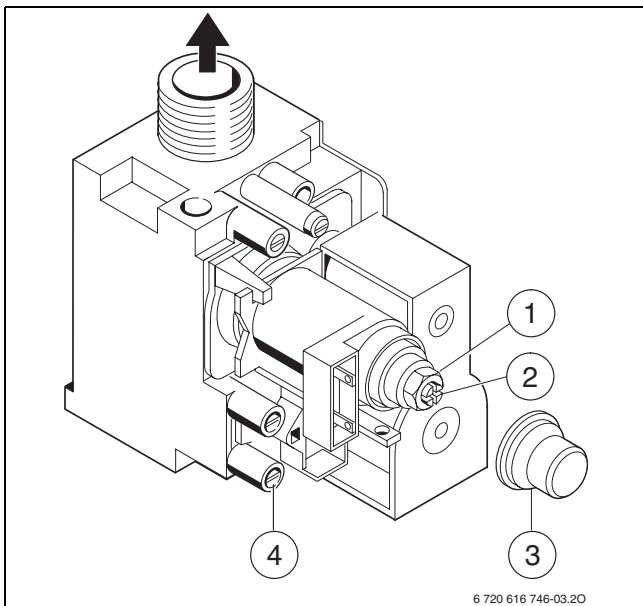

Fig. 43 Bloc gaz
- ▶ Dévisser légèrement la vis de la prise de pression (→ fig. 43, [1], page 44) située sur le raccord de brûleur et brancher un manomètre à cette prise.
- Retirer le capuchon (→ fig. 43 [3]) du bloc gaz.
- Pour « max » prendre la pression aux injecteurs indiquée (mbar) dans le tableau sur la page 56 et la contrôler. Vérifier que l'écrou (→ fig. 43 [1]) est bien serré en butée sur le corps laiton.
- Desserrer la vis dans la prise de mesure de la pression de raccordement (→ fig. 43 [4] en page 44) et brancher un manomètre à cette prise.